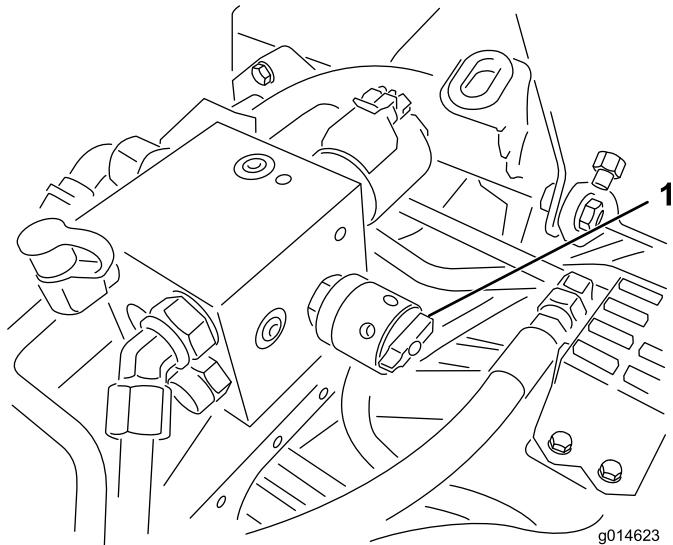

図 53
6. リール速度コントロールを 1 にセットする（図 53）。